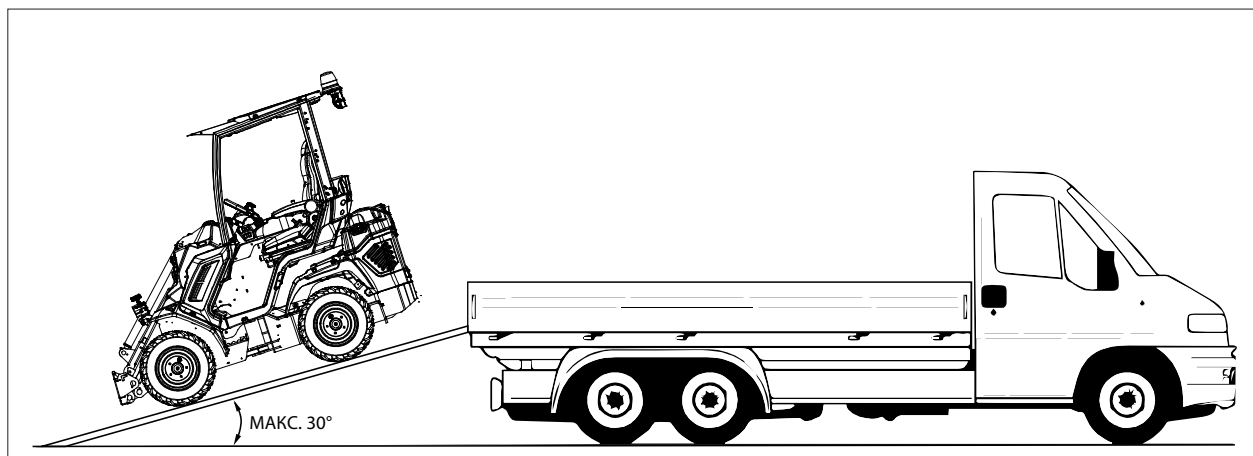

РИС. 15
- 4) Рекомендуется разместить машину на транспортный прицеп так, чтобы центр тяжести располагался ближе к передней части (часть со сцепным устройством) прицепа (см. РИС. 15).